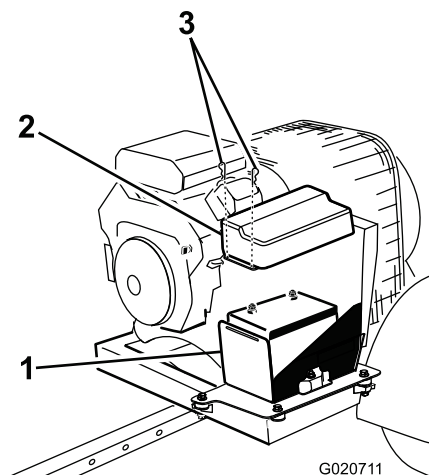

Figura 38
1. Retire os cliques que prendem a tampa da bateria à caixa da bateria e retire a cobertura da caixa (Figura 38).